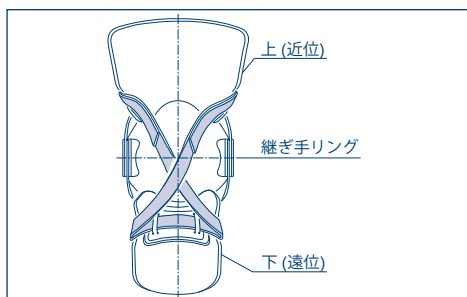

図 4: 後方引き出し
- 十字ベルトは 180°ねじってパッド留め輪に通してください。遠位 (下) 継ぎ手リングの固定用留め輪に通してから、交差させて近位 (上) に回し、固定してください (図 4)。